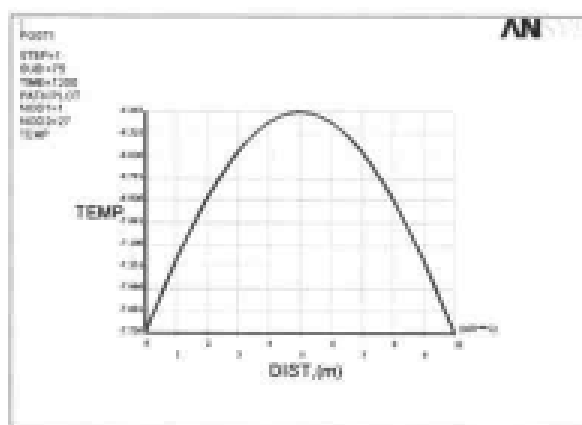

图 12-24 Y 轴上节点温度随距离的变化关系曲线
(30) 选择 Main Menu | General Postproc | Path Operations | Plot Path Item | On Graph 命令,出现 Plot of Path Items on Graph 对话框,在 Lab1-6 Path items to be graphed 列表框中选择 TEMP 选项,单击 OK 按钮关闭该对话框。ANSYS 显示窗口将显示 2 小时后 Y 轴上节点温度随距离的变化关系曲线,如图 12-24 所示。